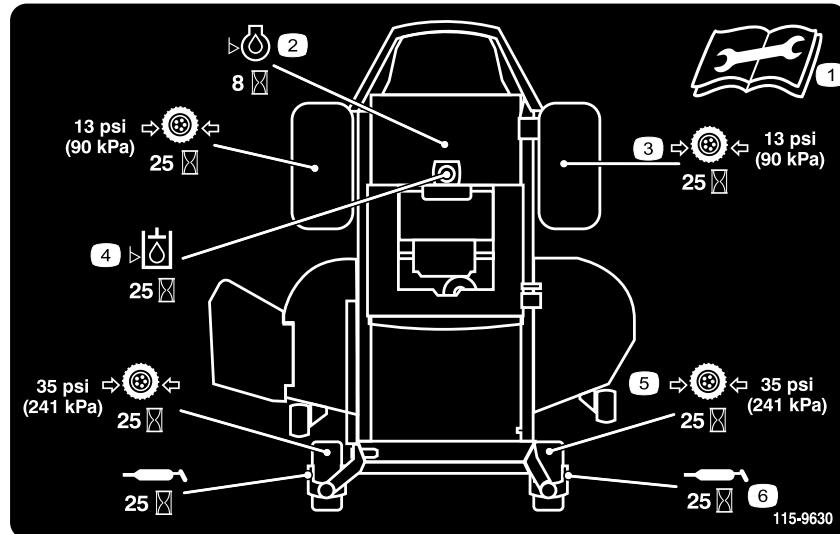

Figura 36
3. Pulite i raccordi d'ingrassaggio (Figura 37 e Figura 36) con un cencio, e togliete eventuali tracce di vernice davanti ai raccordi.
4. Collegate un ingassatore a pressione a ciascun ingassatore (Figura 37 e Figura 36). Pompatate del grasso nel raccordo finché non inizia a fuoriuscire dai cuscinetti.